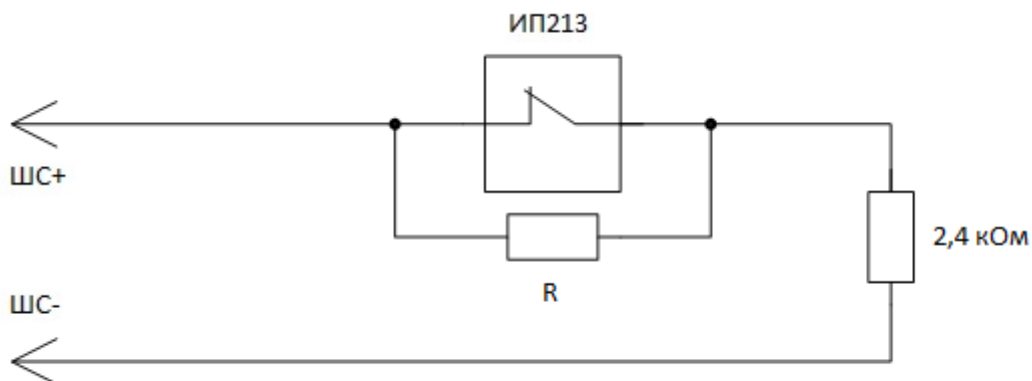

Рисунок 5
2.2.8 Рисунок 5, 6 - пример подключения извещателя в шлейф сигнализации адресного сигнального блока (АСБ) фирмы Аргус-Спектр.